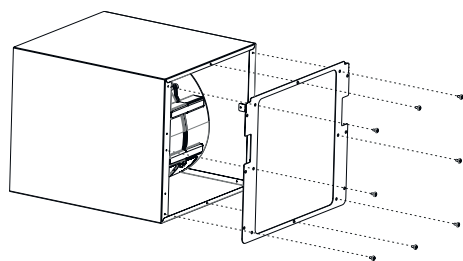

Fig. 15
**6.** ► Ta bort adapterramen på motorkabinettet genom att lossa de 8 3,5x6,5 skruvarna (Fig. 15).